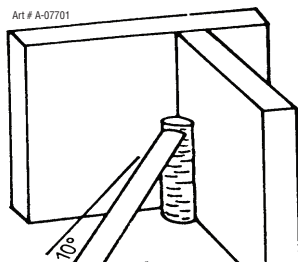
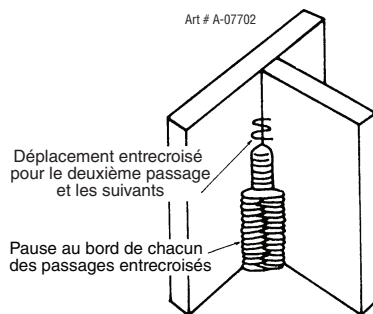
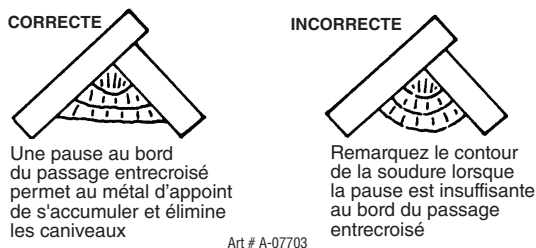

Figure 4-25 : Soudure d'angle verticale à un seul passage
Figure 4-26 : Soudure d'angle verticale à plusieurs passages
Figure 4-27 : Exemples de soudure d'angle verticale
1. Soudure verticale ascendante Pointez une cornière d'environ trois pieds, en position verticale, à votre établi. Utilisez une électrode E7014 de 3,2 mm (1/8 po) et réglez le courant à 100 A. Assoyez-vous confortablement devant la pièce et amorcez l'arc dans un coin de l'angle. Placez l'électrode à environ 10° de l'horizontale pour déposer un bon cordon. Reportez-vous à la figure 4-25. Utilisez un arc court et n'essayez pas d'entrecroiser le métal au cours du premier passage. Après le premier passage, retirez le laitier déposé lors de la soudure et poursuivez avec le deuxième passage. Il est maintenant nécessaire d'entrecroiser légèrement le métal pour bien couvrir le premier passage et obtenir une bonne fusion aux bords. À la fin de chaque déplacement latéral, faites une pause pour permettre au métal d'apport de s'accumuler sur les bords, sinon un caniveau se forme et trop de métal s'accumule au centre de la soudure. La figure 4-26 illustre la technique à plusieurs passages et la figure 4-27 montre les effets d'une pause au bord du métal et d'un entrecroisement trop rapide.